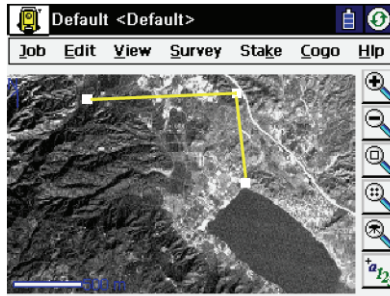

Figura 4-8. Imagen de fondo (en el mapa principal)
- **OK:** abre el archivo seleccionado (Figura 4-8 en la página 4-7). Si no hay ningún archivo World para el archivo de imagen de fondo seleccionado, se mostrará un mensaje de advertencia, y se mostrará de nuevo la pantalla *Background Images* para seleccionar otro archivo. Se pueden seleccionar varias imágenes de fondo, pero el número está limitado por el espacio libre de la memoria de la controladora.